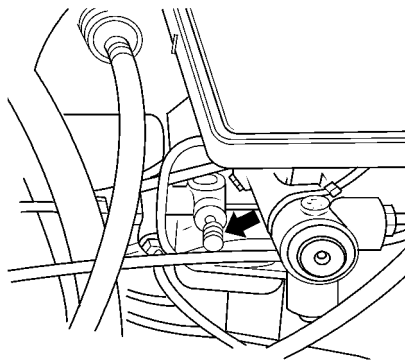

图 7 - 37 制动系统排气螺塞
(1) 使用专用工具排气的方法
- ① 接通 VW1238 - 1 型制动液充排机。
- ② 按规定顺序打开排气螺塞,如图 7 - 37 所示。
- ③ 排出制动钳和制动轮缸中的气体。
- ④ 用专用的容器盛放排出的制动液。